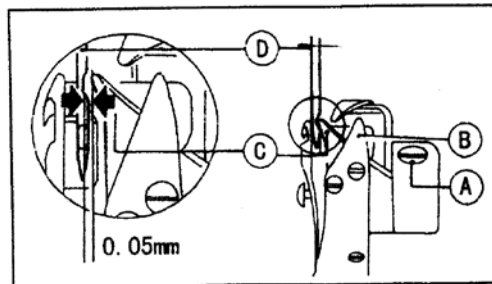

Рис.20
При синхронизации челнока также имейте в виду, что зазор между прорезью в игле и наконечником челнока (C) должен быть приблизительно 0.05мм (см. рисунок 20).